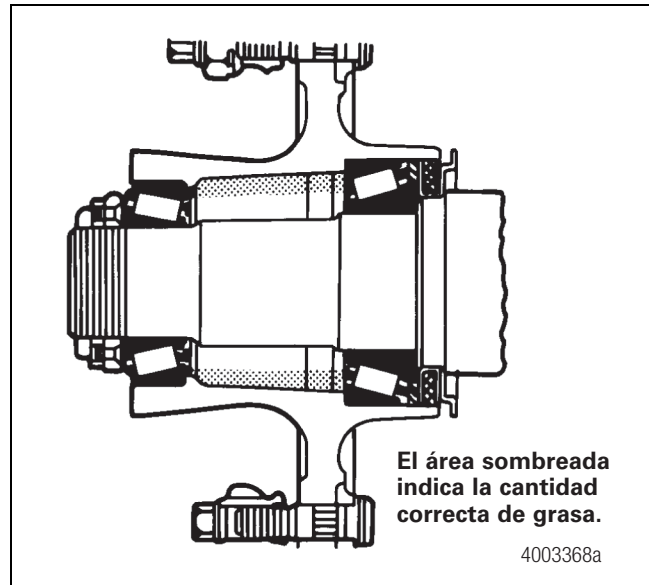

Figura 14.6
3. Rellene el área de la maza entre los dos cojinetes con grasa hasta el diámetro más pequeño de las tazas de cojinete. Retire el exceso de grasa. Figura 14.6.